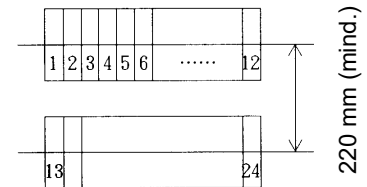

Abb. 2
- ② Bei vertikaler Aufstellung Trennung von über 220 mm zwischen den Einheiten einhalten. Die Öffnungen nach unten und oben nicht blockieren. (Abb. 2)